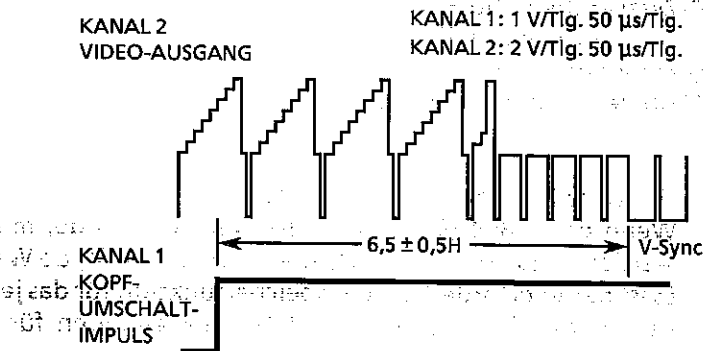

Abbildung 5-2.
6. Die Überprüfung der Wellenform am Oszilloskop-Bildschirm wie in Abbildung 5-2. vornehmen. Dieser Vorgang muß unmittelbar nach der Einstellung des Kopfumschaltpunkts durchgeführt werden.
- ① In den TEST-Modus schalten, wenn die Einstellung der Funktionen KOPFUMSCHALTPUNKT und AUTOMATISCHE SPURLAGE nicht wirksam ist.
- ② Wenn die Cassettengehäusesteuerung-Baugruppe ausgebaut wurde, den Mechanismus-Betriebsmodus verwenden.